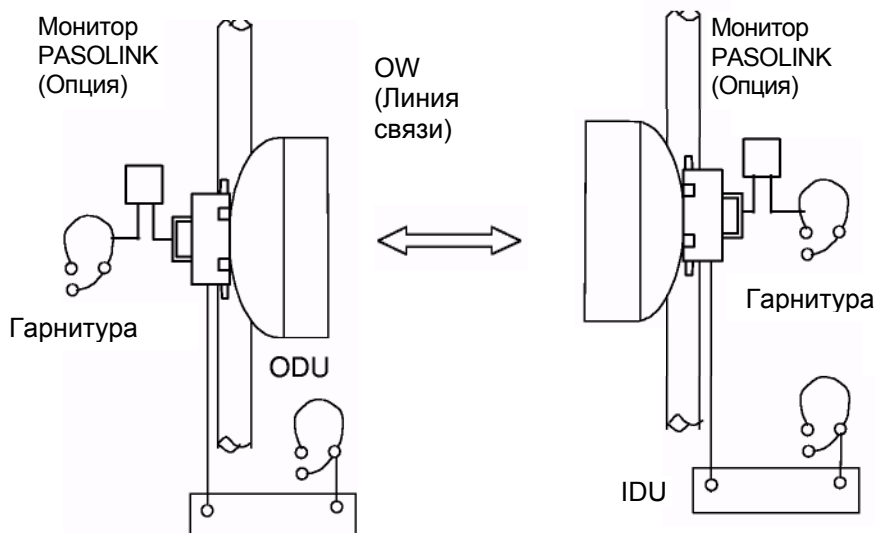

Рисунок 4. Служебный канал
- Служебной канал (OW): (Смотри Рис.4)